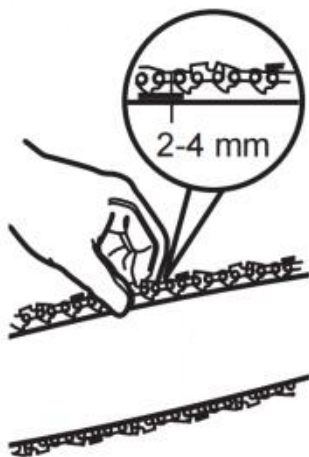

Fig. 15
1) Kontrollera kedjespänningen med en hand för att lyfta sågkedjan (C12) mot produktens vikt. Rätt kedjespänning uppnås när sågkedjan kan lyftas ca. 2 - 4 mm från svärdet (C13) i mitten (fig. 15).